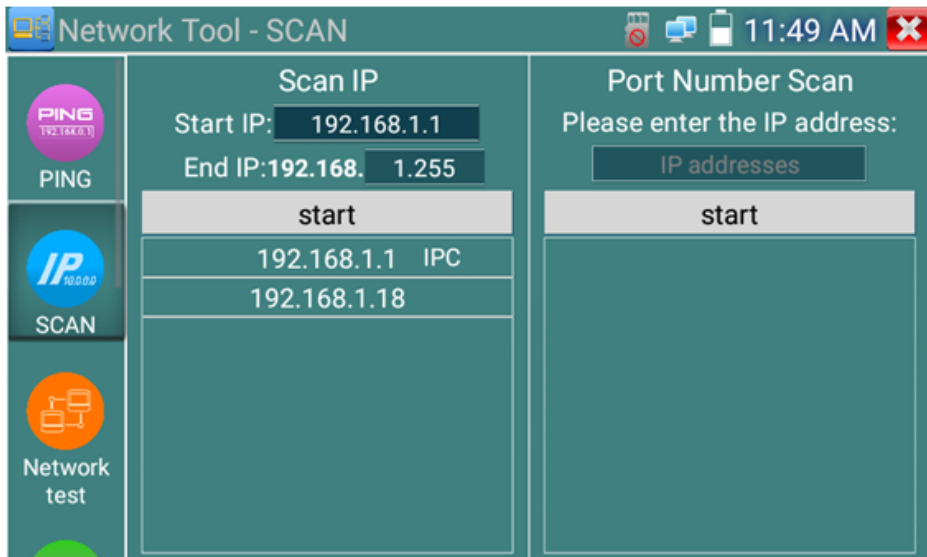

Рис. 87 Сканирование IP адресов и портов, интерфейс
**Сканирование IP адресов** (IP address scan), рис. 87